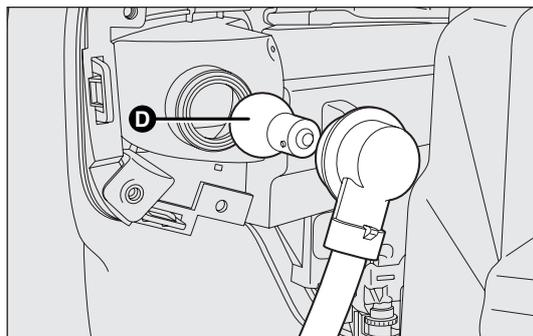

fig. 142
- estrarre la lampada D-fig. 142 spingendola leggermente e ruotandola in senso antiorario (bloccaggio a “baionetta”) quindi sostituirla;